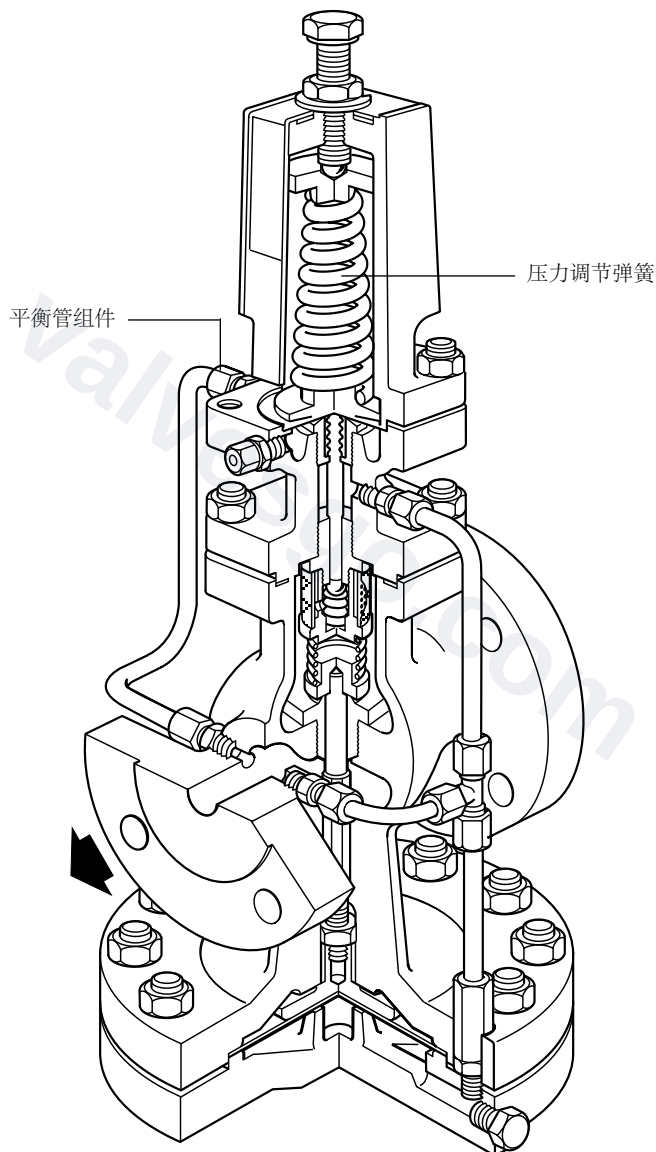

图 1
3.1 供货(图 1)说明
7. 保持调节螺栓位置，用扳手旋紧锁定螺母以锁定调节弹簧的设定，用'C'垫圈指示锁紧位置(图1)。